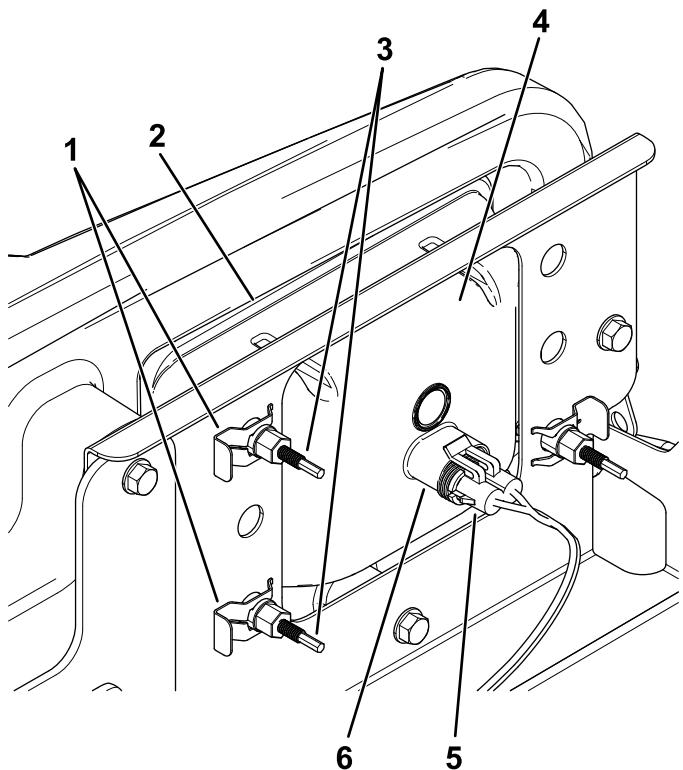

Figura 46
4. Togliete i fermagli che tengono bloccato il faro anteriore sulla relativa staffa (Figura 46).
5. Rimuovete il gruppo faro anteriore spostandolo in avanti attraverso l'apertura nel paraurti anteriore (Figura 46).
6. Montate il nuovo faro anteriore attraverso l'apertura nel paraurti (Figura 46).
8. Collegate il connettore elettrico del cablaggio al connettore del nuovo gruppo luci (Figura 46).
3. Scollegate il connettore elettrico del cablaggio dal connettore del gruppo luci (Figura 46).
5. Sul retro del gruppo faro, ruotate le viti di regolazione (Figura 46) per ruotare il gruppo faro e allineare la posizione di getto del fascio.